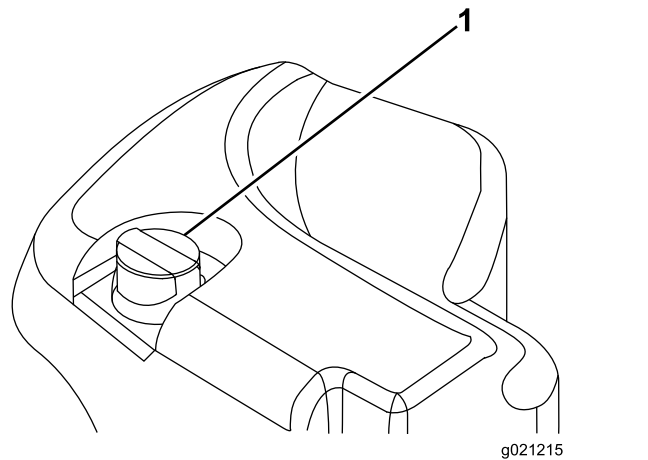

Figura 30
- Limpie alrededor del cuello de llenado y el tapón del depósito de aceite hidráulico (Figura 30). Retire el tapón del cuello de llenado.